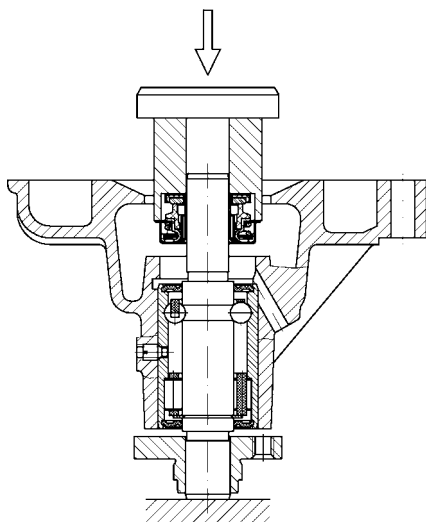
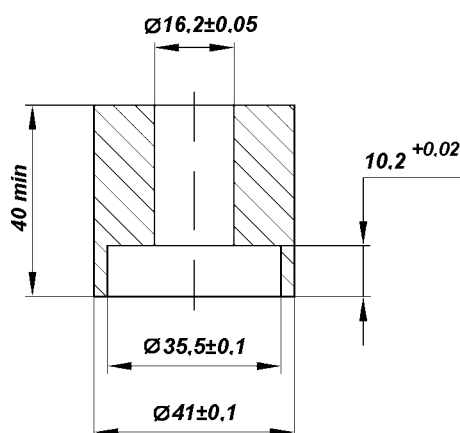

Рис. 4.139. Запрессовка уплотнения насоса системы охлаждения
Рис. 4.140. Оправка для запрессовки уплотнения
-с помощью оправки запрессовать уплотнение на вал подшипника и в корпус насоса, не допуская перекоса (рис. 4.139). Для запрессовки уплотнения использовать оправку (рис. 4.140), с помощью которой обеспечивается необходимое сжатие пружины уплотнения;